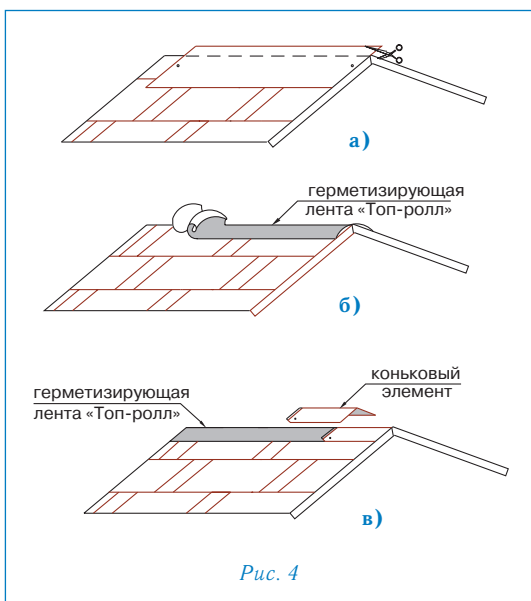

Рис. 4
Конек (рис. 4)
- Верхний ряд черепицы ПРЕСТИЖ КОМПАКТ МИНИ доводится до линии конька (ребра), выступающие части листов обрезаются (рис. 4а);
- линии коньков и ребер герметизируются специальной самоклеящейся лентой «Топ-ролл» (рис. 4б);
- далее устанавливаются внахлест специальные коньковые элементы (направление укладки по преимущественному направлению ветра). Каждый коньковый элемент плотно прижимается к основанию кровли и фиксируется двумя гвоздями из нержавеющей стали длиной 35 мм, которые перекрываются следующим коньковым элементом (рис. 4в).